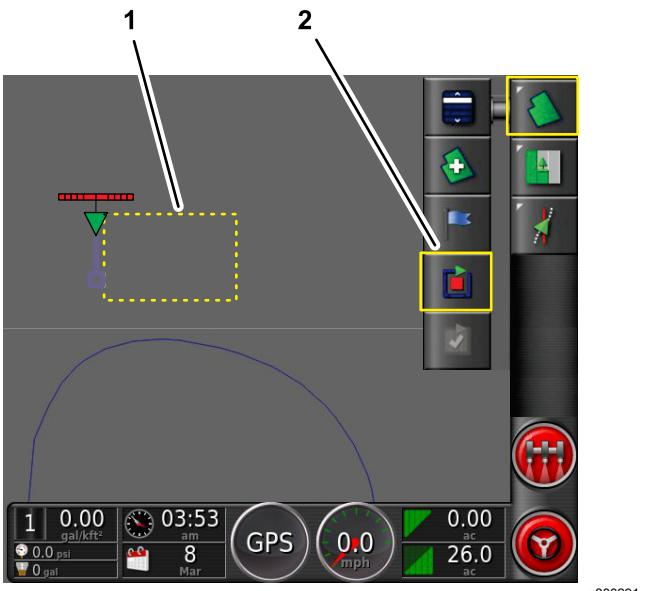

Figure 46
- Placez la partie centrale extérieure de la roue avant gauche au niveau du premier point de la limite à côtés droits du champ et arrêtez la machine (Figure 46).